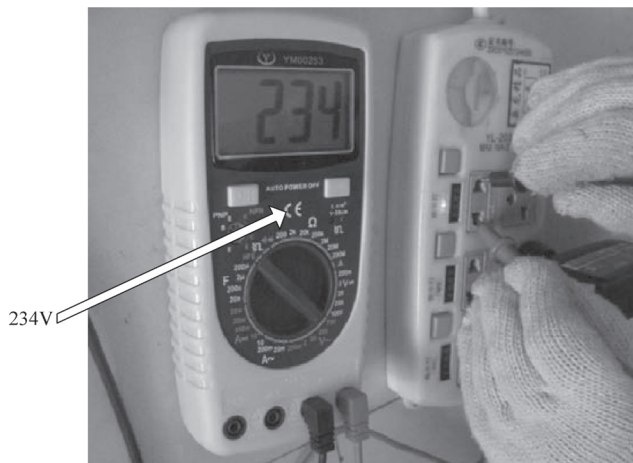

图 4-19 检查市电电压
1) 首先用万用表检查 220V 市电交流电压正常，如图 4-19 所示。